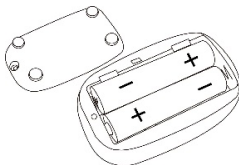

Abbildung 3 Einlegen der Batterien
Schritt 1. Siehe Abbildung 3 und legen Sie die AAA-Batterien sorgfältig in die richtige Richtung ein.